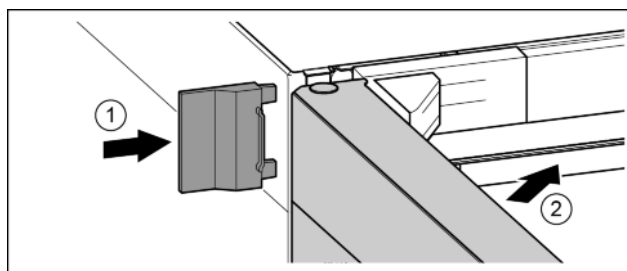

Fig. 26
- ▶ Wsunąć zewnętrzną osłonę. *Fig. 26 (1)*
- ▶ Zamknąć górne drzwi. *Fig. 26 (2)*